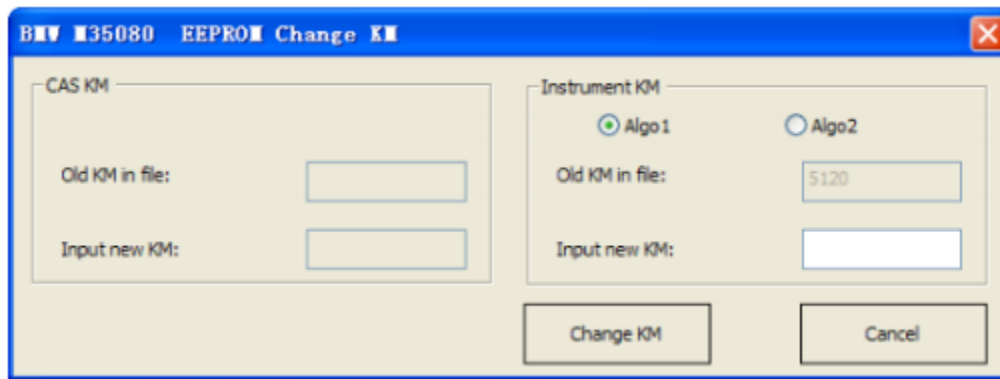

IMAGEN 8.2
- 4) Seleccione File Change KM -> M35080 (instrument) y cargue el dump de la EEPROM que guardo en el paso 3. **(IMAGEN 8.2)**